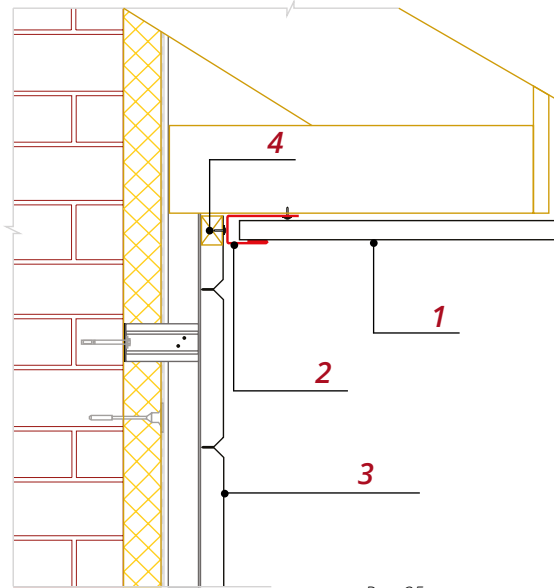

Рис. 25
■ Когда подшивка карнизного свеса производится металлическим или пластиковым софитом **1**, край панели **3** закрывается приемным J-профилем или молдингом **2** (рис.25).